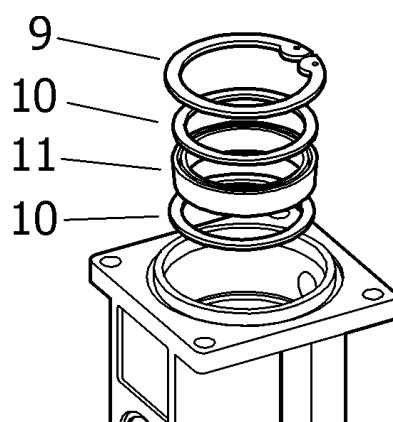

Fig. 10
5. Remove the piston (8) and disassemble the circlip (9), the washers (10) and the seal (11) (fig. 10). Check the piston for scratches and replace damaged parts.
5. Quitar el vástagos (8) y desmontar el anillo de seguridad (9), las arandelas (10) y el collarín (11) (Fig. 10). Verificar que el vástagos no esté rayado y sustituir piezas deterioradas.
5. Retirer le piston (8) et démonter l'anneau de sécurité (9), les rondelles (10) ainsi que le collier (11) (voir Fig.10). S'assurer que le piston n'est pas rayé et remplacer les pièces endommagées si nécessaire.
6. Remonter le tout en suivant le processus inverse. Appliquer de la pâte d'étanchéité au niveau du filet de l'ensemble inverseur (4).